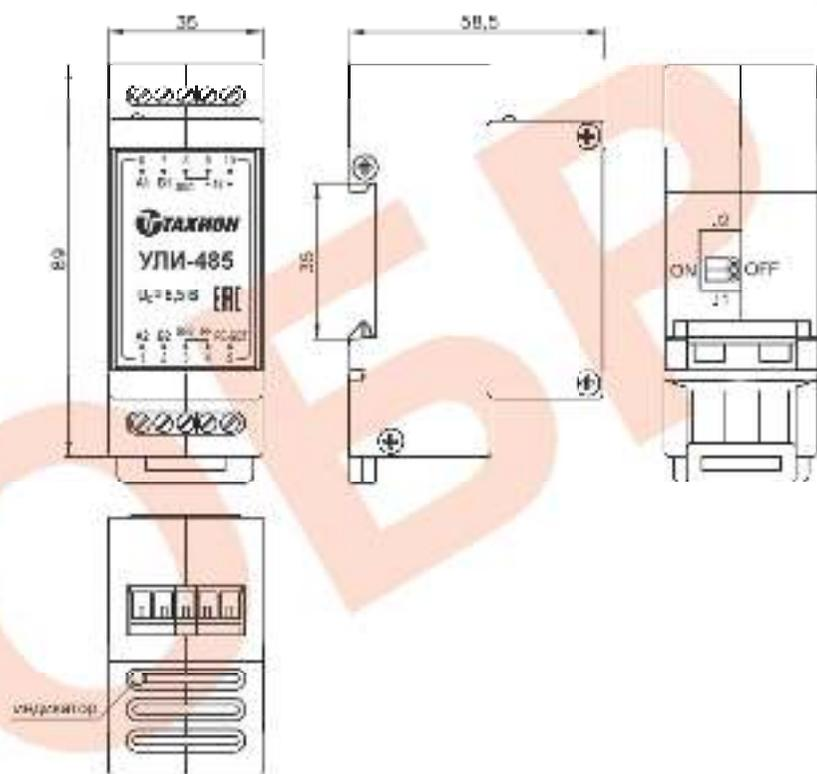

Рис.2
4. Габаритные и установочные размеры приведены на рис.2.
5. На торцовой поверхности УПИ-485 со стороны «Линия 1» установлен индикатор красного цвета для визуального контроля работы УПИ-485 и состояния линии связи (см. рис.2):